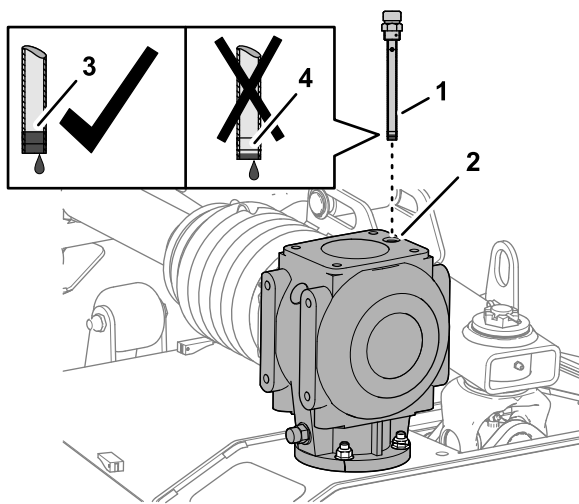

図 58
1. 中央のギアボックスの上部にあるディップスティックポートからディップスティックを抜き取る 図 57 または 図 58。
2. ディップスティックについているマークでオイルの量を判定する 図 57 または 図 58。
4. 給油ポートにディップスティックをねじ込んで締め付ける 図 57 または 図 58。